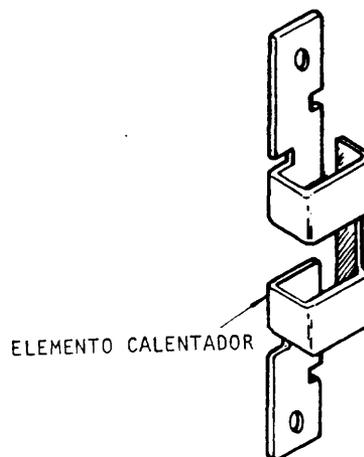

Fig. 5
El relé térmico está constituido de un elemento térmico, colocado en serie en el circuito principal. En las proximidades de este elemento, se encuentra una lámina bimetalica que con el aumento de temperatura, se curva y actúa sobre un disparador, desconectando los contactos del relé (B) (figs. 5, 6 y 7).